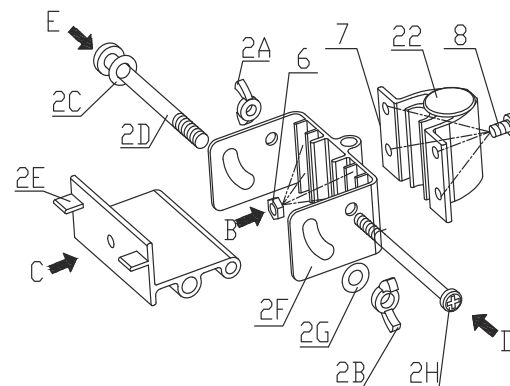

Рис. 6
6. При необходимости установки обогревателя на переносную стойку следуйте инструкциям, показанным на рис. 6, 7, 8, 9 и см. п. 6.3